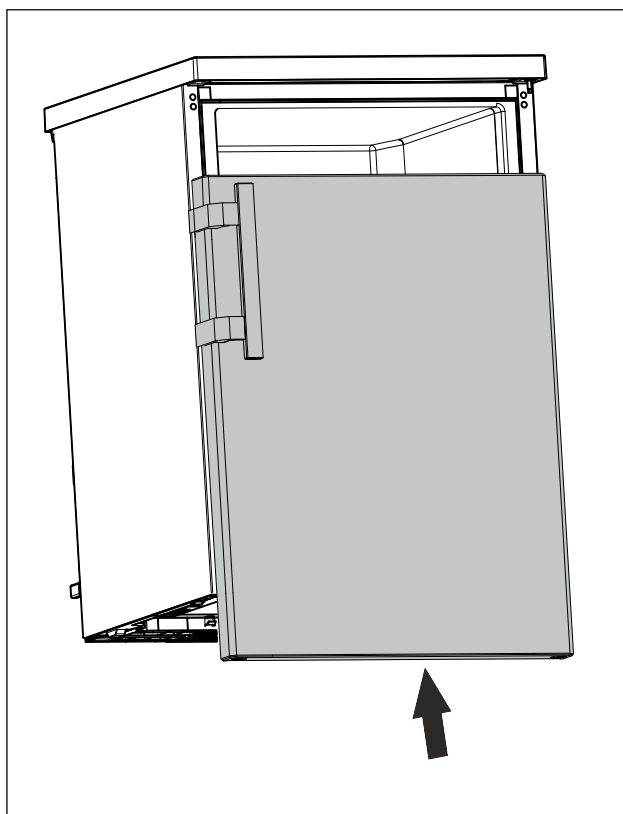

Fig. 16
- ▶ Tolja rá az ajtót zárt állapotban a felső csapra. (lásd Fig. 16)